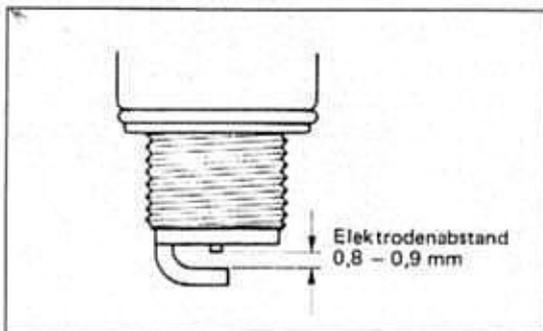

Bild 19
- Elektrodenabstand mit Fühlerlehre messen, Sollwert: 0,8 bis 0,9 mm. Gegebenenfalls Mittel-Elektrode nachfeilen, dann Abstand einstellen (Bild 19).